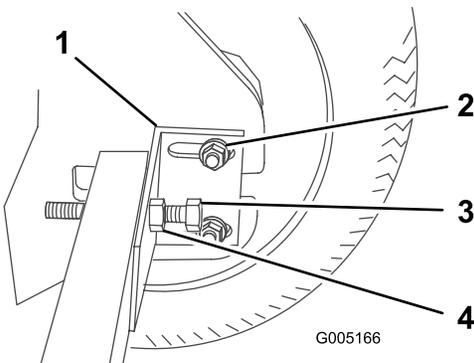

Figure 32
7. Positionnez le support de retenue d'essieu contre l'essieu et le châssis, puis serrez l'écrou sur le boulon pour le fixer en place (Figure 32) et serrez l'écrou à 40,7 Nm (30 pi-lb).
3. Desserrez les écrous de fixation du support de retenue d'essieu (Figure 32).
4. Desserrez l'écrou du boulon de tension de chaîne et desserrez le boulon (Figure 32).